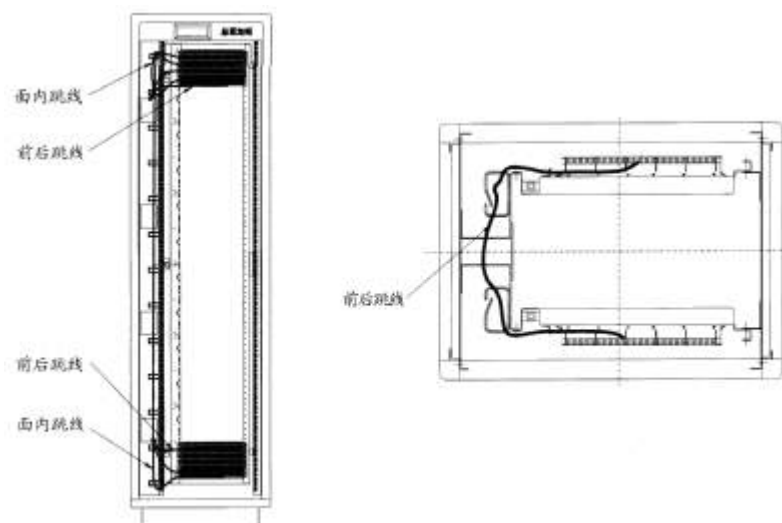

图 14
4.3.2.2 JPX38-2-DX3 操作如图 14 所示；